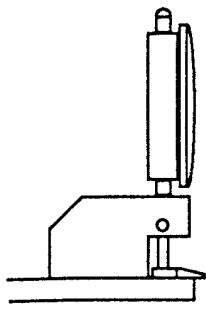

Fig. 31
- Place the Dial Height Gauge onto the Post Adjustment Plate as shown in Fig. 31 and adjust the pointer to zero.
- Applicare il misuratore sulla piastra di regolazione (vedi fig. 31) ed azzerare la sua scala.